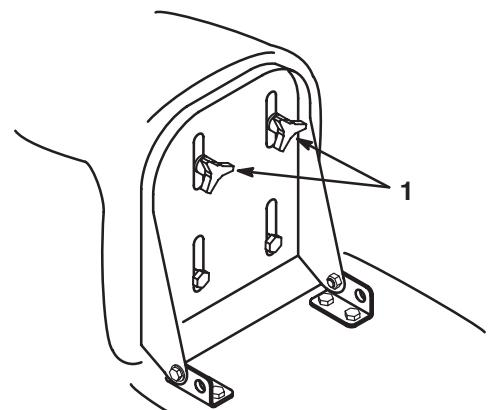

Figure 3
- Soulevez le siège et desserrez les boutons de réglage (Fig. 3).